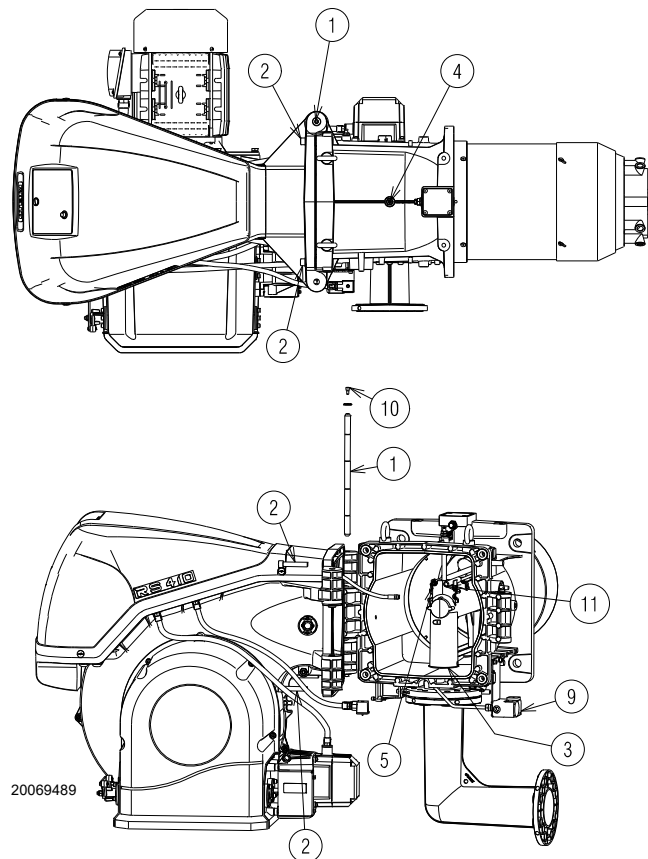

Fig. 16
El quemador sale de fábrica preparado para la apertura hacia la izquierda, manteniendo por tanto el perno 1)(Fig. 16) en su alojamiento.
- A** desconectar el conector macho/conector hembra 9)(Fig. 16) del presostato gas de máxima;
- D** abrir el quemador completamente como en Fig. 16;
Para la apertura del quemador por el lado opuesto, antes de quitar el perno 1)(Fig. 16), verificar que los 4 tornillos 2) estén apretados. Después, desplazar el 1) hacia el lado opuesto, solo entonces será posible quitar los tornillos 2). Desconectar la toma 9)(Fig. 16) del presostato gas de máxima, después, proceder como se describe arriba en el punto **C**).